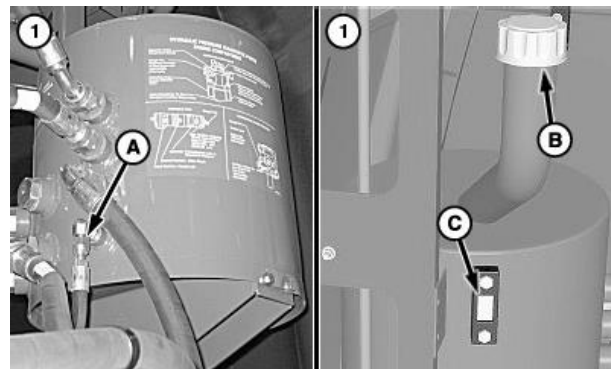

Рис.4.68 – Заміна оливи та фільтру в гідростатичній системі
1. Замінити оливу та фільтр в гідростатичній системі (рис.4.68). Зняти гідравлічний шланг (А) для зливу. Очистити сітку фільтра та кришку (В) і заповнити бак. Рівень оливи повинно бути видно через середню частину оглядового вікна (С).